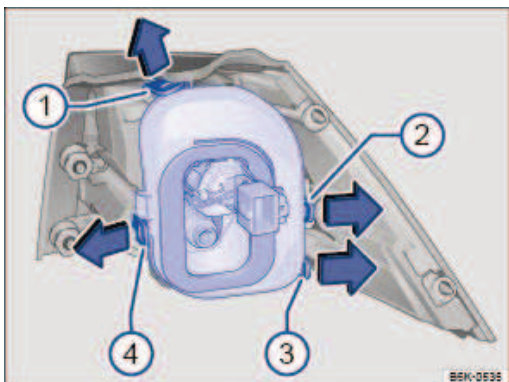

Fig. 187 Bloc de feux arrière dans la carrosserie : dépose du porte-ampoule ① à ④ : languettes de verrouillage
- ① Poussez les languettes de verrouillage → Fig. 187 ① à ④ dans le sens de la flèche afin de déverrouiller le porte-ampoule.